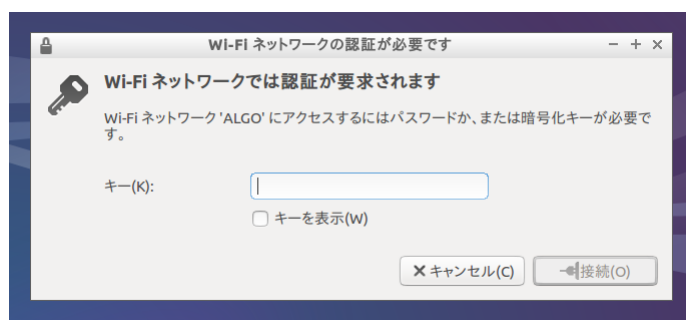

図 2-4-2. キー入力画面
- ②図 2-4-2 のようなキー入力画面が表示されます。キーを入力し、[接続]を押してください。